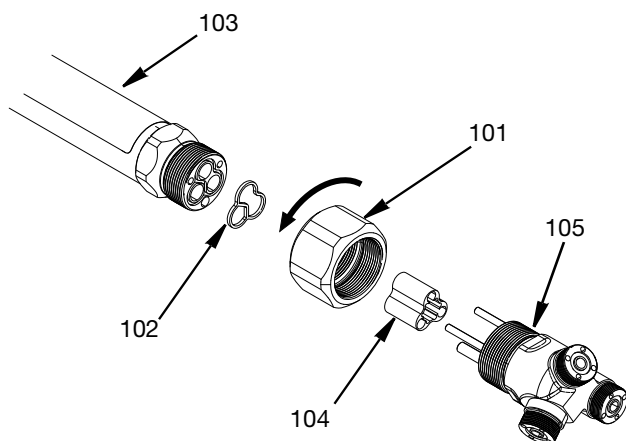

ABB. 18
1. Lösen Sie die Spannschraubenmutter (101), indem Sie sie gegen den Uhrzeigersinn drehen, so dass sie auf das Hauptgehäuse der Switch 3D Edelstahl-Pistole zeigt. Durch die Drehung der Mutter wird die 3-Kopf-Adapterbaugruppe (105) von der langen Rohrbaugruppe (103) getrennt.
2. Adapterdichtung (102) und Ventilabsperrlager (104) entsorgen. Siehe ABB. 18.